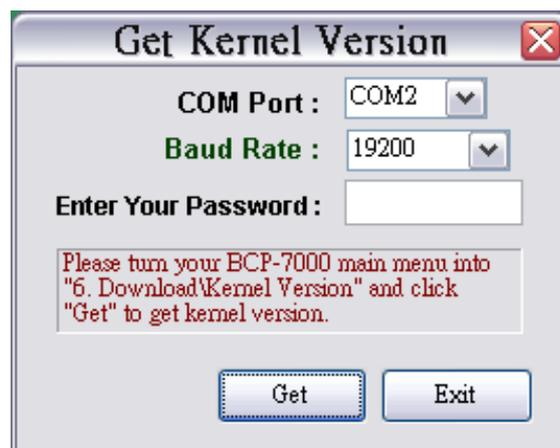

Figure 19
9. Get Kernel Version (obtenir la version du système intégré figure 19)